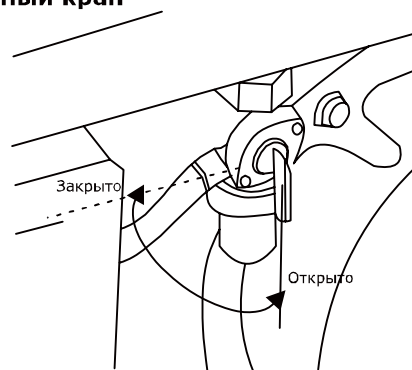

Рис. 11
- Поверните топливный кран в положение «Открыто» (рис. 11).
- Перекройте топливный кран, установив его в положение «Закрыто» (рис. 11).